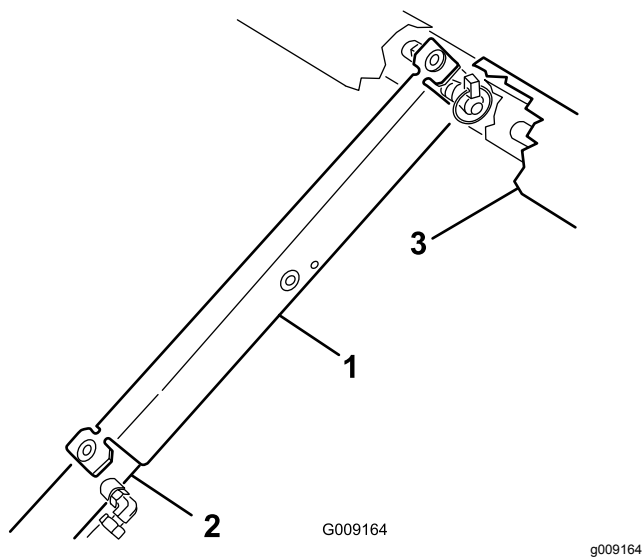

Figura 43
8. Coloque el soporte de la plataforma a presión sobre la varilla del cilindro, asegurándose de que los extremos del soporte descansan sobre el extremo del cilindro y sobre la rótula (Figura 43).